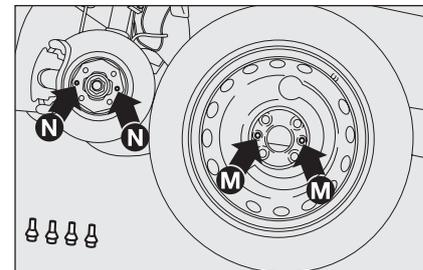

fig. 13
- ❑ montare il ruotino facendo coincidere i fori **M-fig. 13** con i relativi perni di centraggio **N-fig. 13**;